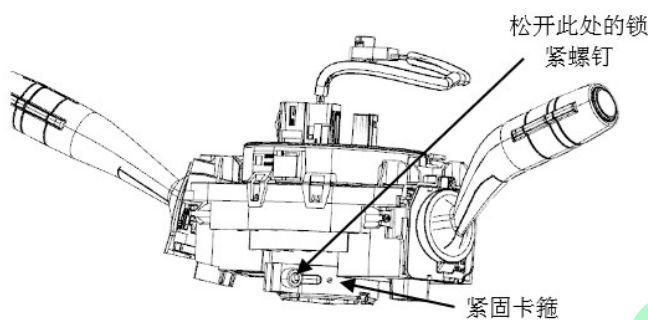

图 4-16
①拔下连接在组合开关上的接插件。
②用 T30 松开组合开关的紧固卡箍，将组合开关上的倒扣撬起后，将组合开关沿管柱柱筒取下。如图 4-16、4-17 所示。